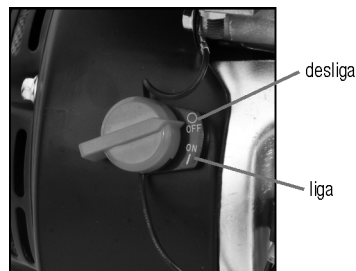

Fig. 21 – Chave geral
- Coloque a chave geral na posição ON (ligado) (fig. 21).